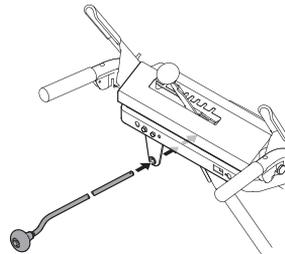

Figura 16
4. Inserte la varilla de control del canal en la ménsula de soporte que está en la parte posterior del tablero de instrumentos (Figura 16).